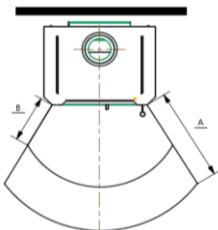

Bild 6
Im Sichtbereich (Strahlungsbereich) des Feuers muss zu brennbaren Bauteilen, Möbel oder auch z.B. zu Dekostoffen ein Abstand von mindestens **80 cm (A)**, gemessen ab Vorderkante Feuerraumöffnung eingehalten werden. Der Sicherheitsabstand reduziert sich auf **40 cm (B)**, wenn ein belüfteter Strahlungsschutz vor das zu schützende Bauteil montiert wird (Beispiel siehe Bild 6)